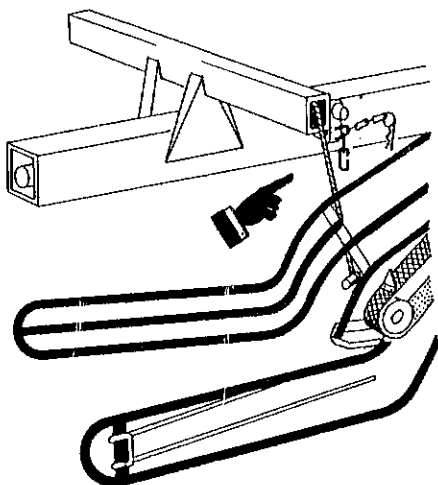

fig. 16
8.1 A chaque déplacement et spécialement sur route, accrocher le dispositif de sécurité (fig. 16). Nous n'acceptons aucune garantie si cette mesure n'est pas prise.